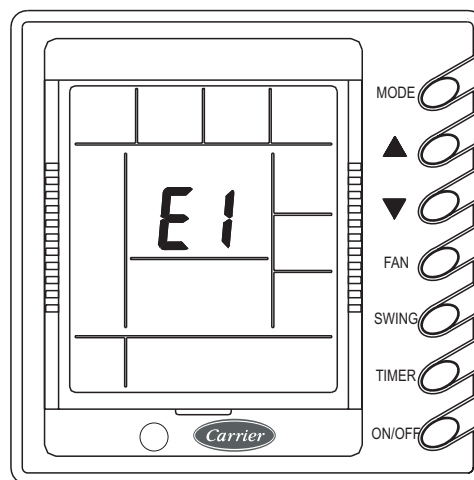

Fig. 5-IX
8. Display de falhas (Fig.5-IX)